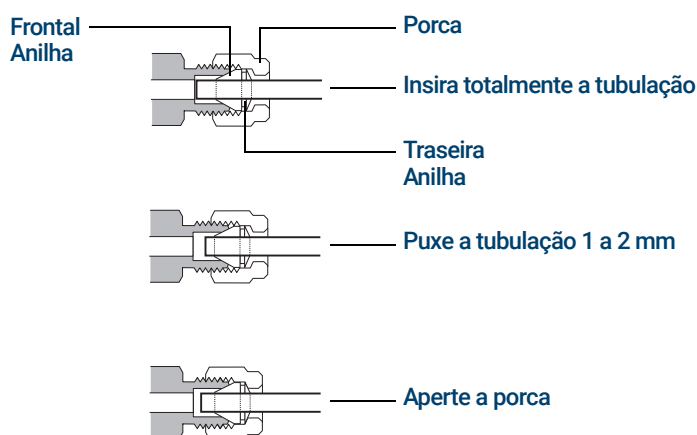

Figura 25. Inserir a tubulação
- Empurre a tubulação totalmente para dentro do plugue e depois puxe-a aproximadamente 1 a 2 mm, conforme mostra a **Figura 25**.